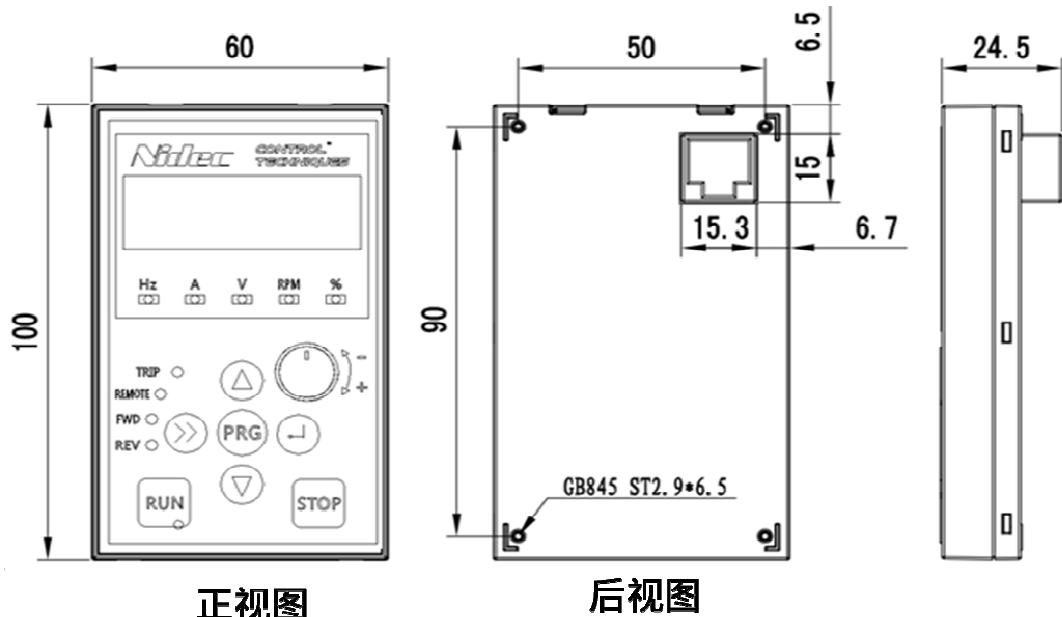
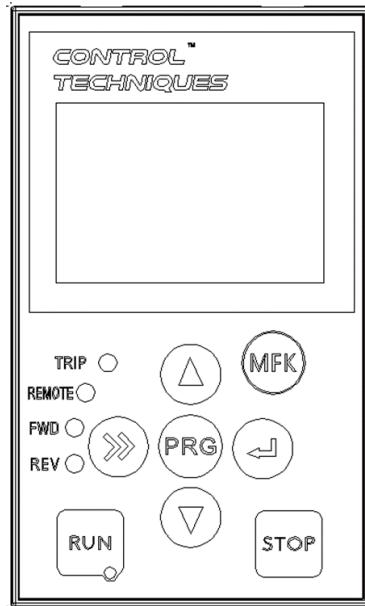

图 8-7 LED/LCD 操作面板的外形/安装尺寸
图 8-8 LCD 操作面板正视图
- LCD 和 LED 外形/安装尺寸相同，仅正视图显示区和部分按键不同具体见图 8-7 和图 8-8.